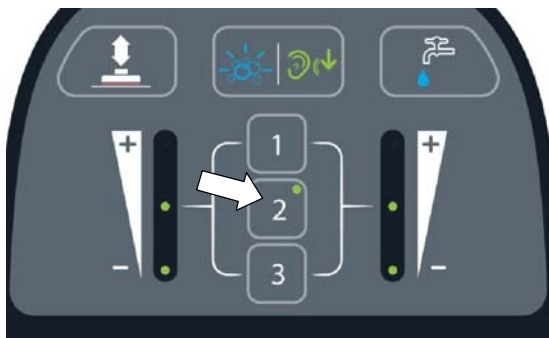

РИС. 43
6. Для быстрого начала работы нажмите на номер настройки зоны (Рисунок 43). Три заводские настройки зон позволяют задать различные скорости потока раствора и нажимы.